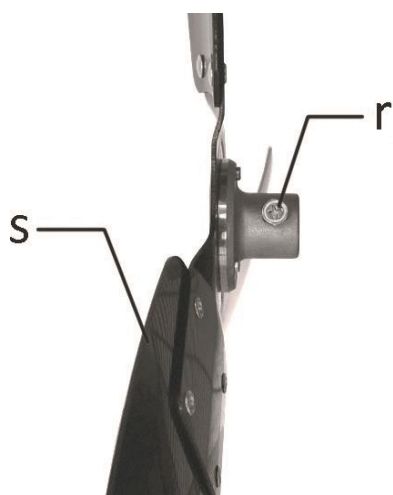

Abb. 13
1. Die Schraube (r) am Ventilatorflügel (s) lösen (Abb. 13).